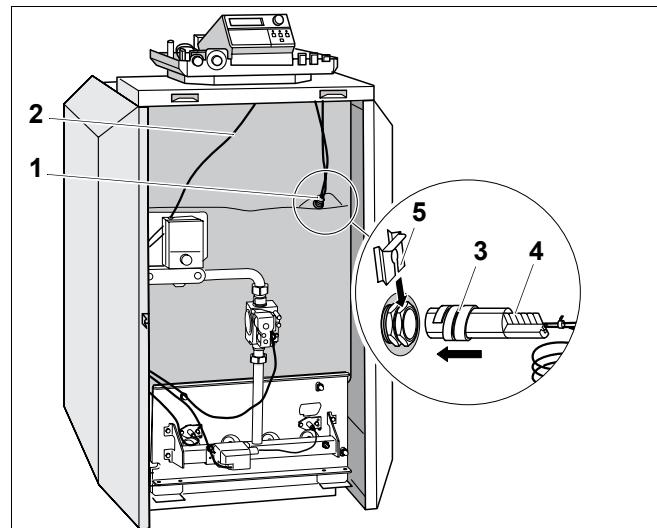

Рис. 16 Передняя крышка котла
- Провести капиллярные трубы температурных датчиков и, для системы управления серии Logamatic, провод датчика температуры котловой воды под передней крышкой котла вперед к месту замера (рис. 16, **поз. 1**). Провода при этом разматывать только на необходимую длину.
- Провести провод горелки (рис. 16, **поз. 2**) под передней крышкой котла назад к подключению системы управления.
- Температурный датчик вставить до упора в гильзу (рис. 16).
- Пластмассовая спираль (рис. 16, **поз. 3**) автоматически сдвигается назад. Компенсационная пружина (рис. 16, **поз. 4**) должна быть вставлена в гильзу.
- Надеть фиксатор датчиков (рис. 16, **поз. 5**; поставка с системой управления) сбоку или сверху на оголовок гильзы (рис. 16, см. стрелку).